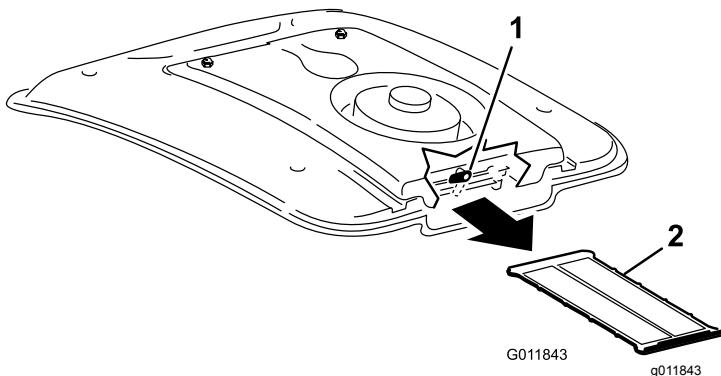

Figura 117
2. Ruotate di lato il dispositivo di chiusura sulla parte posteriore del supporto della ventola (Figura 117).
3. Estraete la griglia A/C da sotto la serpentina refrigerante (Figura 117).
4. Pulite accuratamente la griglia con aria compressa (Figura 117).